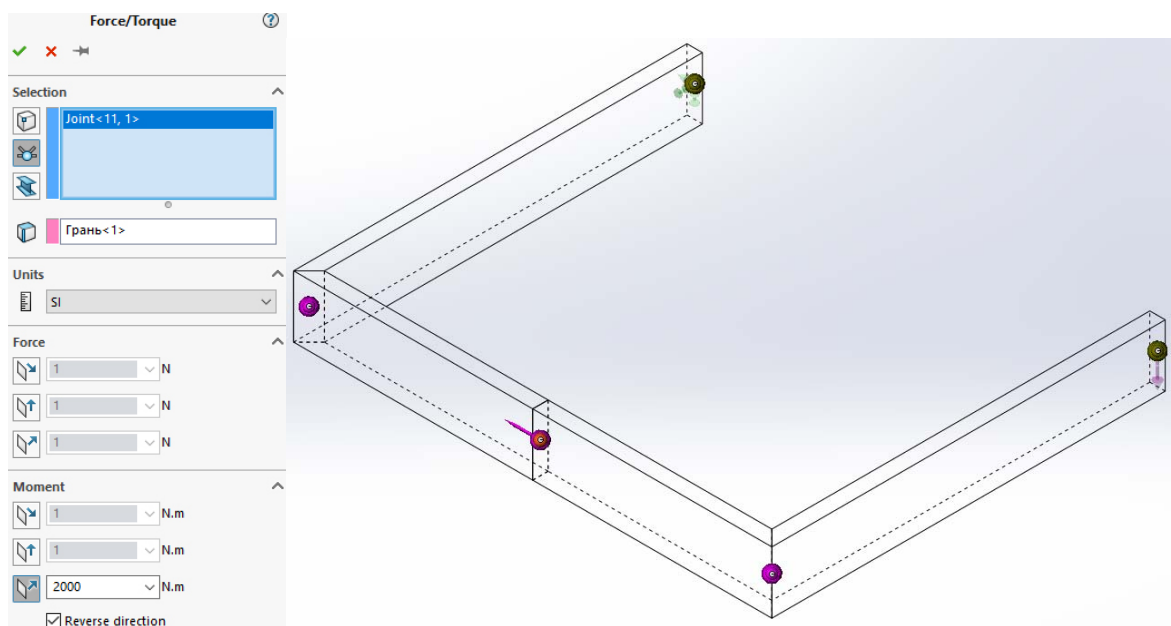

Рис. 4.78
– в полі *Moment* (Момент) вибираємо  *Normal to plane* (Перпендикулярно плоскості) і вводимо значення сили — 2000 Н·м та включаємо реверс напрямлення (рис.4.78). . Згадуємо правило: якщо дивимося з боку вістря стрілки — момент буде спрямований проти годинникової стрілки; якщо дивимося з боку капелюшки — момент спрямований за годинниковою стрілкою.